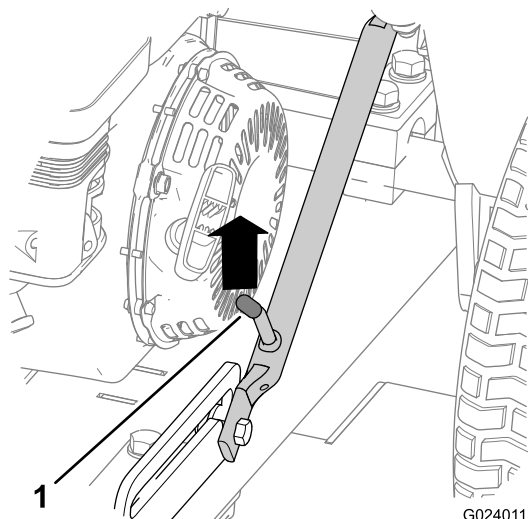

図 6
- ラッチレバーがスライドディテントから外れるまで、ヒッチアセンブリを押し上げる **図 6**。